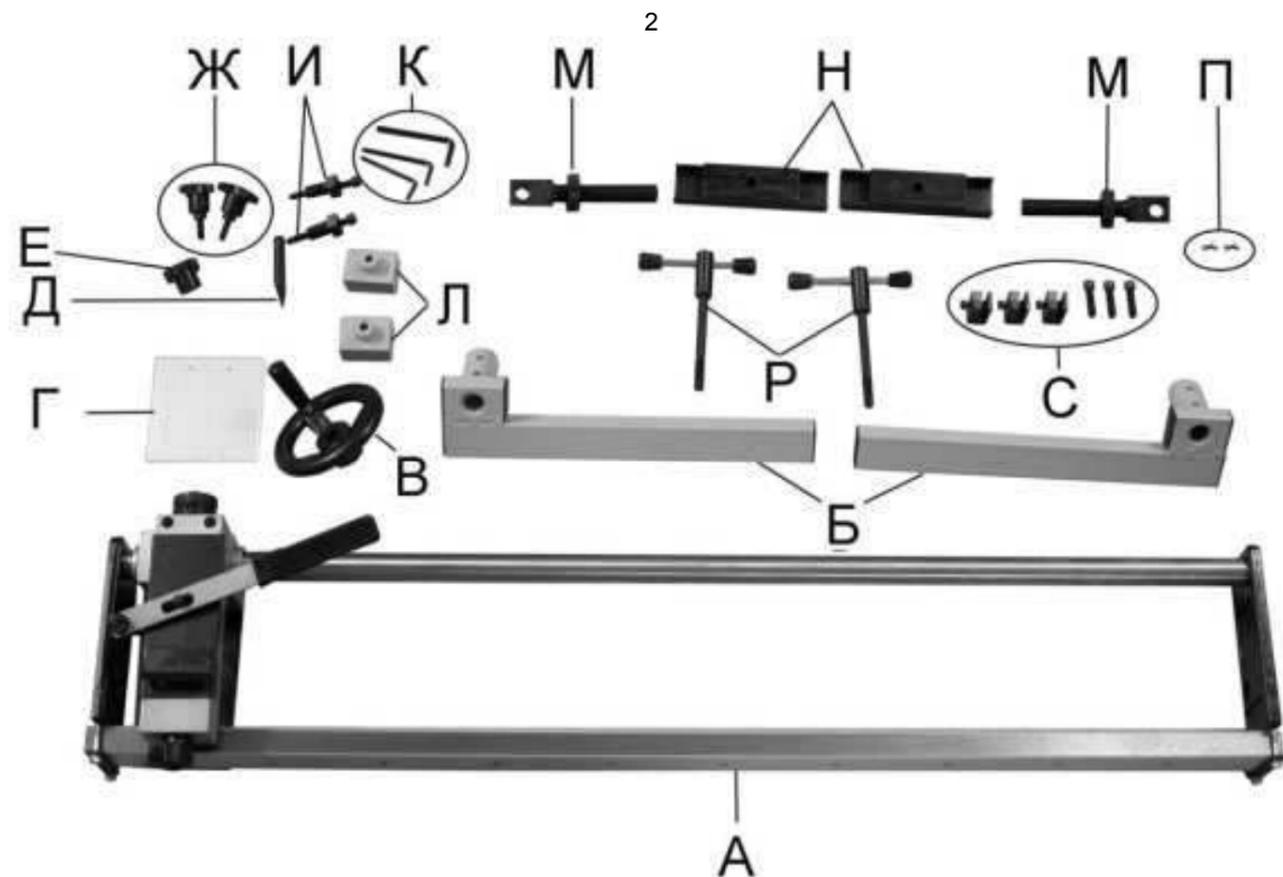

Рис.1
- 6.1. Приспособление (А) Рис.1 поставляется в собранном виде, но его необходимо установить на токарной машине.